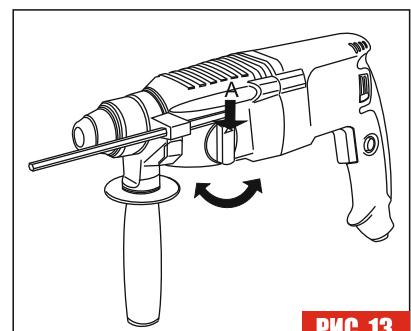

РИС. 13
Переключение режимов осуществляется при помощи переключателя режимов (Рис. 13,14,15). Для переключения многопозиционного поворотного переключателя нажмите на боковую кнопку-предохранитель (A) и произведите поворот переключателя в требуемом направлении, совместя метку на переключателе с метками на корпусе перфоратора.